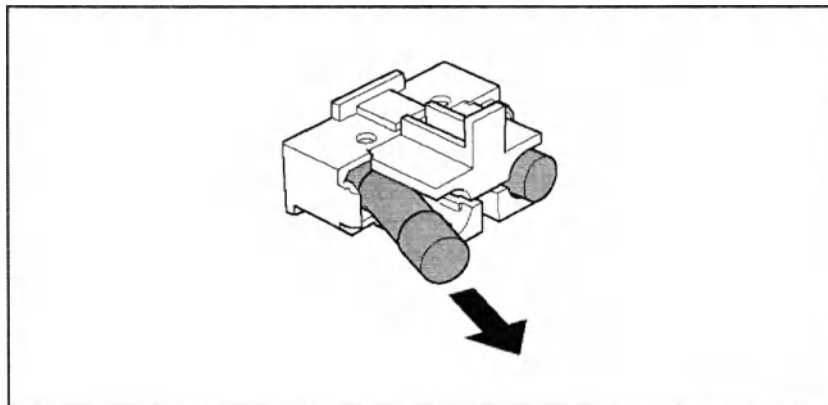

Рисунок 6.4
5. Вытолкните предохранители вбок и уберите их из блока предохранителей (см. рисунок 6.4).